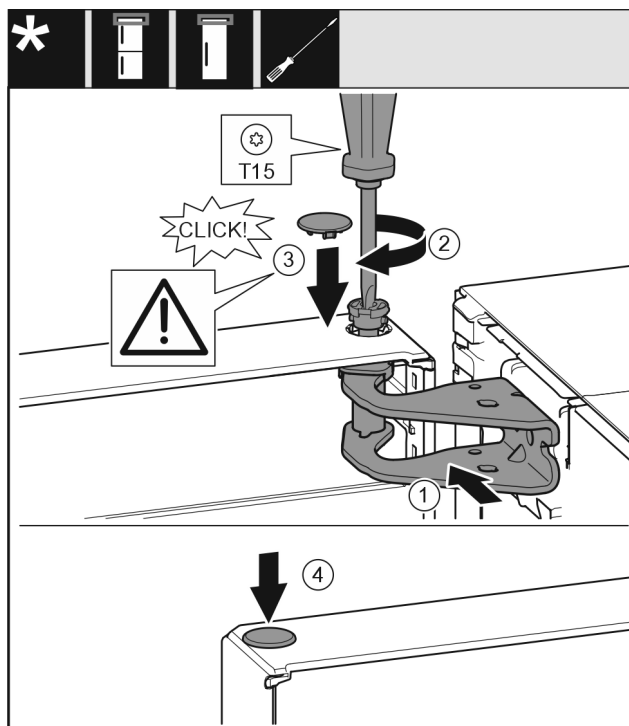

Fig. 21
- Dveře nahoře vyrovnejte s otvorem ve stojanu ložiska Fig. 21 (1).
- Vložte čep Fig. 21 (2) a pevně jej utáhněte šroubovákem.
- Nasad'te kryt Fig. 21 (3).
- Zkontrolujte, zda kryt Fig. 21 (3) doléhá na dveře.
- Nasad'te kryt Fig. 21 (4).